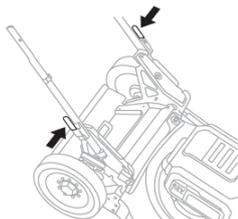

Рис. 24
3. Зажмите рычаг быстрой регулировки рукоятки одной рукой, чтобы освободить рукоятку. Осторожно переведите рукоятку из рабочего положения в сложенное положение газонокосилки (Рис. 24).